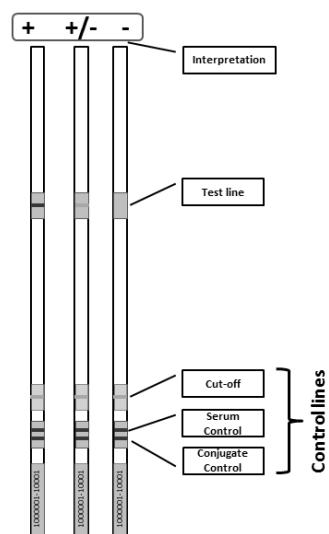

Abbildung 1: Schematische Darstellung von reagierten LIA-Streifen mit einer Testlinie.
- Die Testlinien sind über den Cut-Off-, Serum- und Konjugat-Kontrolllinien platziert, wie es in der schematischen Darstellung gezeigt ist (Abbildung 1). Serum- und Konjugat-Kontrolllinien erscheinen auf dem gleichen Teil der Nitrocellulose an der Unterseite des Streifens.
- Wie bezeichnet in Abbildung 1 sollten die Serum- und Konjugat-Kontrolllinien eindeutig positiv sein, was ein erfolgreiches Experiment anzeigen. Der Cut-Off ist eine schwache Linie mit Variation in der Intensität basierend auf
den Versuchsbedingungen. Die Abbildung 1 zeigt eine beispielhafte Testlinie. Bei ANA Advanced LIA (Abbildung 2) gibt es 22 Testlinien und 3 Kontrolllinien. Die Testlinienentwicklung hängt von der Probe ab. Positive Reaktionen können mit variierenden Intensitäten von schwach bis stark auftreten. **Schwache Reaktionen sollten sich im Vergleich zur Intensität der bereitgestellten Cut-Off-Linie innerhalb des Streifens befinden.** Reaktionen, die deutlich dunkler oder dichter sind als die Intensität der Cut-Off-Linie sollten als positiv betrachtet werden.